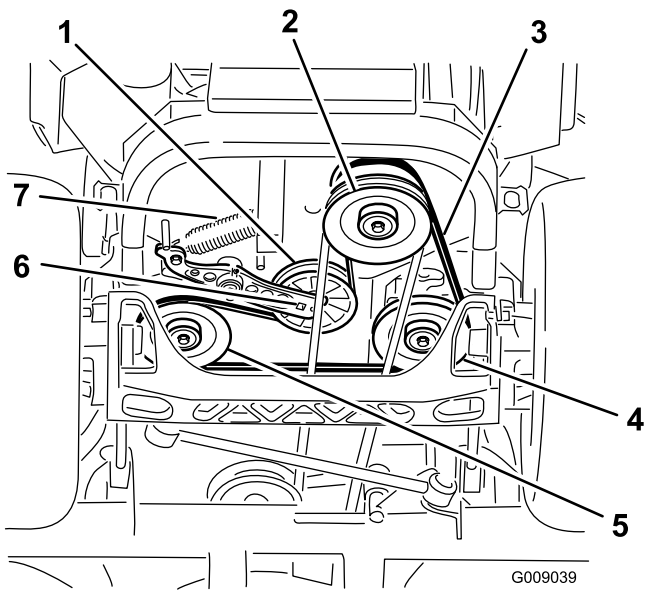

Figura 75
- Utilice una llave de carraca en el taladro cuadrado del brazo tensor para retirar el muelle tensor (Figura 75).
- Desenganche el muelle de la polea tensora del bastidor (Figura 75).
- Utilizando la llave de carraca en el taladro cuadrado del brazo tensor, instale el muelle tensor en el bastidor (Figura 75).